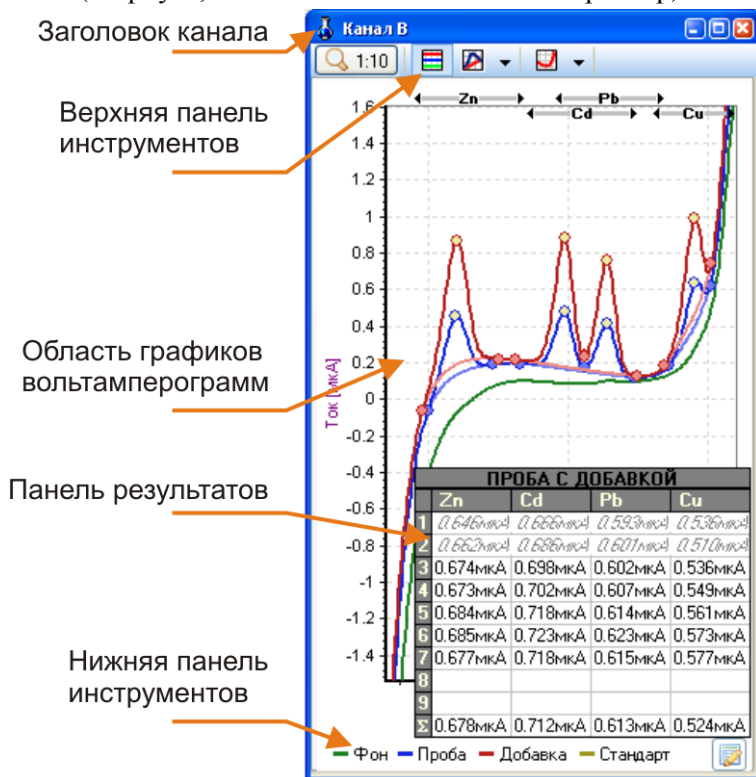

Рис. 3.7. Канал отображения
Элементы окна канала показаны на Рис. 3.7. Строка заголовка содержит имя канала и стандартные кнопки управления окном канала. Область графиков вольтамперограмм показывает все снятые кривые для фона, пробы, пробы с добавкой (или просто, добавка) либо стандарта, помечая каждую кривую цветом.
- Кнопка  включения / выключения режима отображения панели результатов (Рис. 3.7).